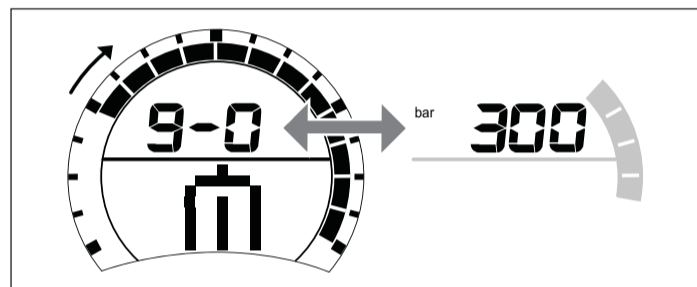

Fig. 4 Écran de sélection de bouteille
- La taille de la bouteille et la pression alternent à l'écran (Fig. 4 montre une bouteille de 9 litres, 300 bar).